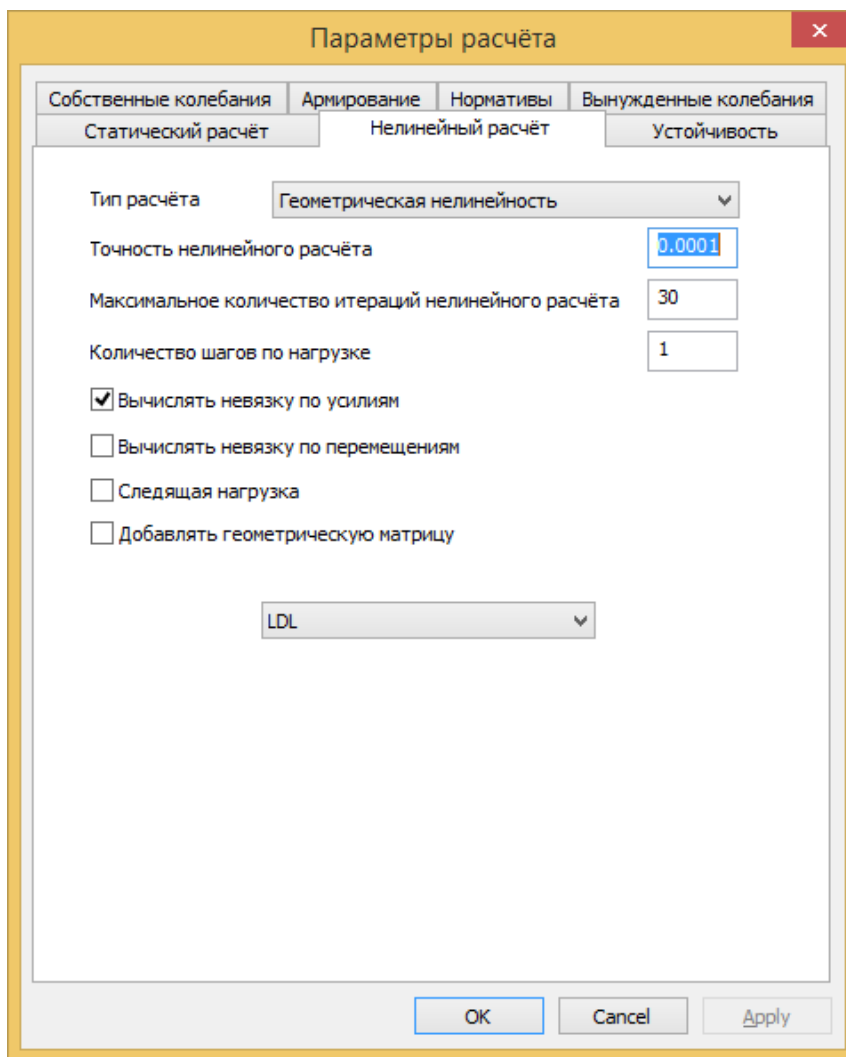

Рисунок 7.10 – Диалоговое окно задания количества итераций
1) Максимальное количество итераций нелинейного расчета не достигнет предельного значения (рисунок 7.10).